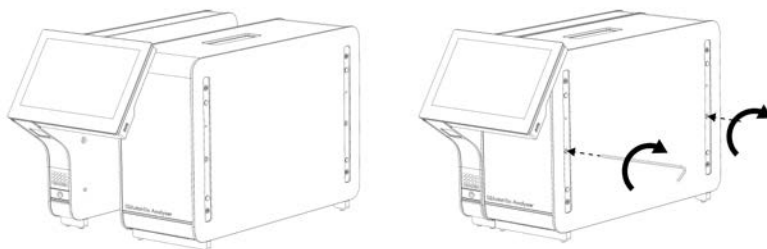

Figura 6. Atașarea modulului operațional pe modulul analitic.
- Scoateți Modulul operațional din cutie și atașați-l pe partea stângă a Modulului analitic. Strângeți șuruburile folosind instrumentul de asamblare modul analitic-operațional, livrat împreună cu QIAstat-Dx Analyzer 1.0 (Figura 6).